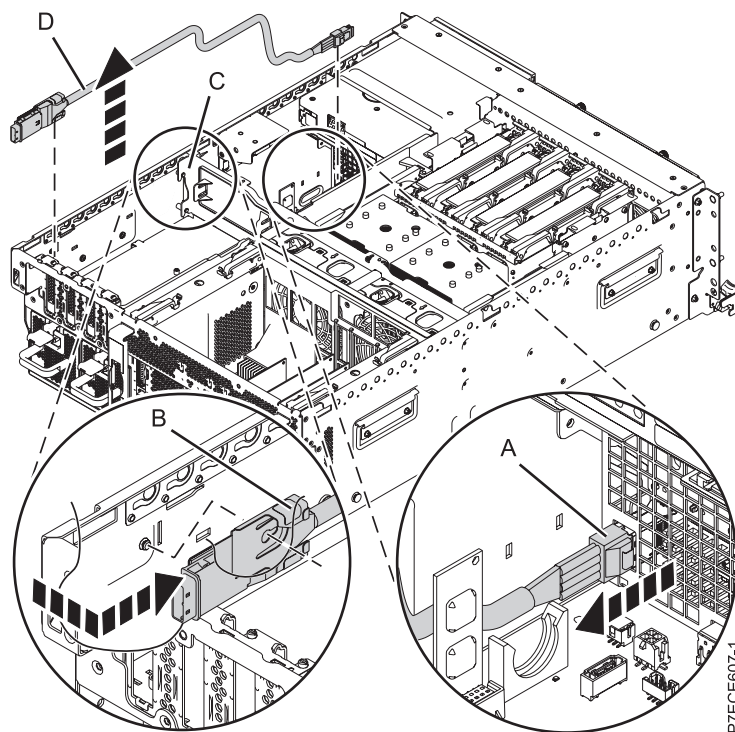

Figura 56. Extracción del puerto SAS externo
10. Presione la pestaña del lado y extraiga el acoplamiento SAS (A) del puerto de conexión SAS externo en la placa posterior de la unidad de disco, como se muestra en Figura 56 en la página 97.
11. Empuje el puerto de conexión SAS hacia abajo (B) y, a continuación, saque el cable SAS (D) de la placa posterior del sistema.
12. Tire del cable SAS (D) desde el centro de la escuadra (C) y sáquelo del sistema.